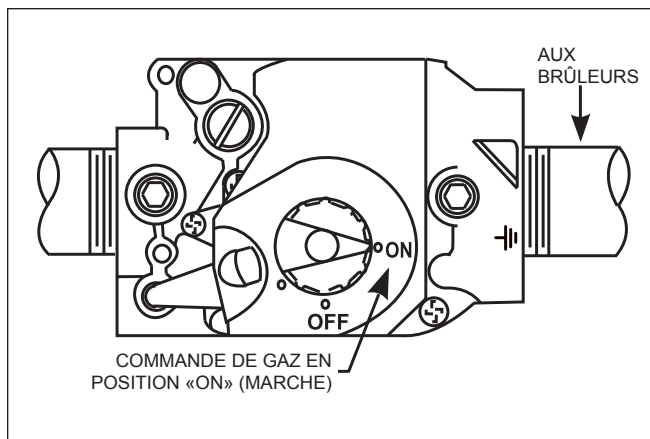

Figure 20. SOUPAPE À GAZ
4. Tourner le robinet de réglage d'arrivée des gaz selon le sens antihoraire, en position «ON» (Marche) (Voir Figure 20.)